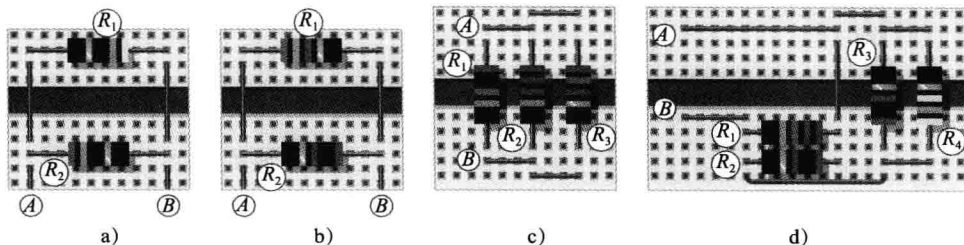

图 5-52 习题 5 图
5. 求图 5-52 中每组并联电阻器节点 A 和 B 之间的总电阻。在图 5-52a 中, 电阻 R_1 的色环颜色分别为: 黄、紫、黑、银; 电阻 R_2 的色环颜色分别为: 绿、蓝、黑、银。在图 5-52b 中, 电阻 R_1 的色环颜色分别为: 绿、蓝、棕、银; 电